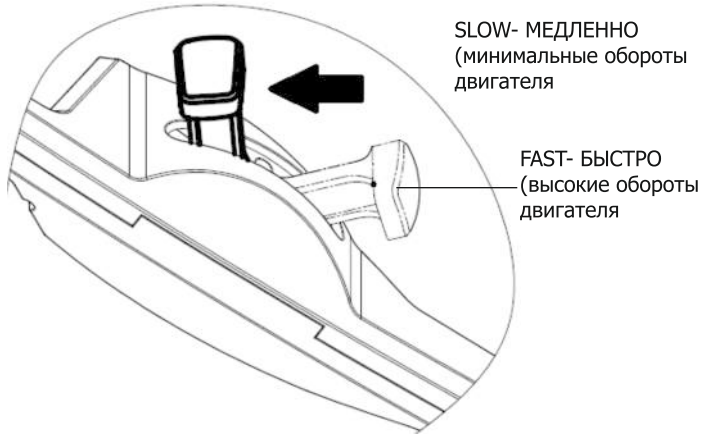

Рис. 26
- Переведите рычаг управления дроссельной заслонки в положение «SLOW» – медленно (минимальных оборотов двигателя), двигатель остановится (рис. 26).